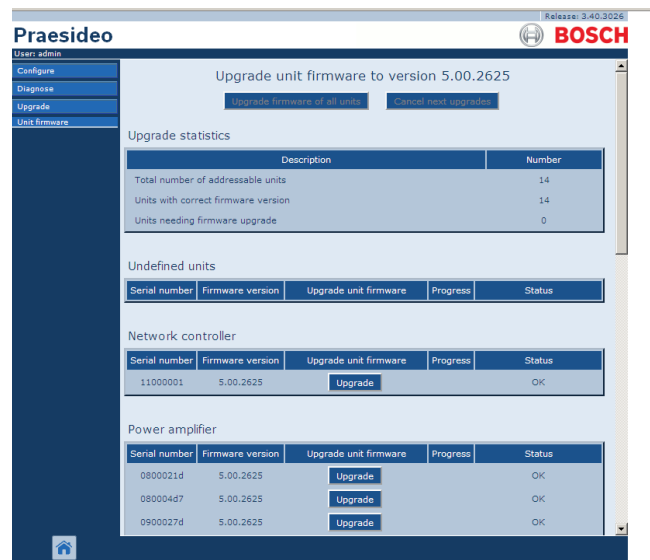

Abbildung 36.9: Seite Upgrade unit firmware
- 6 Klicken Sie in der Navigationsleiste auf die Schaltfläche *Upgrade unit firmware*, um das Menü *Upgrade unit firmware* zu öffnen. Es wird ein Bildschirm angezeigt, der Abbildung 36.9 ähnelt. Der Titel der Seite zeigt die Version der Firmware, die für das System erforderlich ist. Die Version der laufenden Firmware erscheint in dem Feld *Firmware version*.